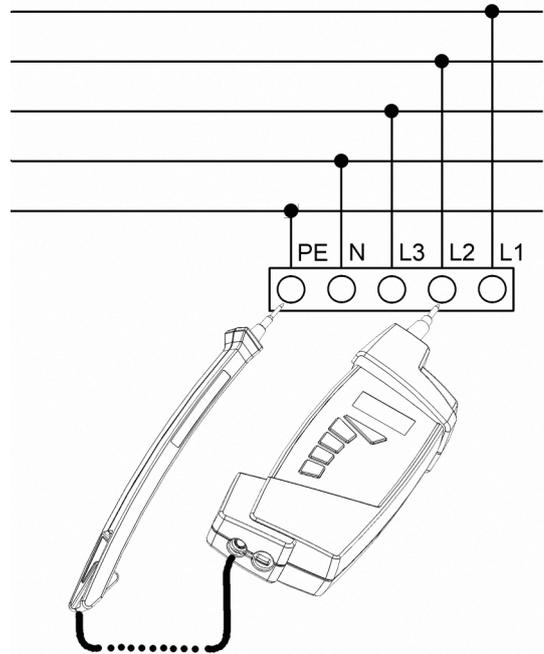

Figure 3.12 Exemple de raccordement : mesure de l'impédance de boucle L2-PE
- ⇨ Raccordez la pointe de mesure de **N** sur **PE** (exemple Figure 3.12)